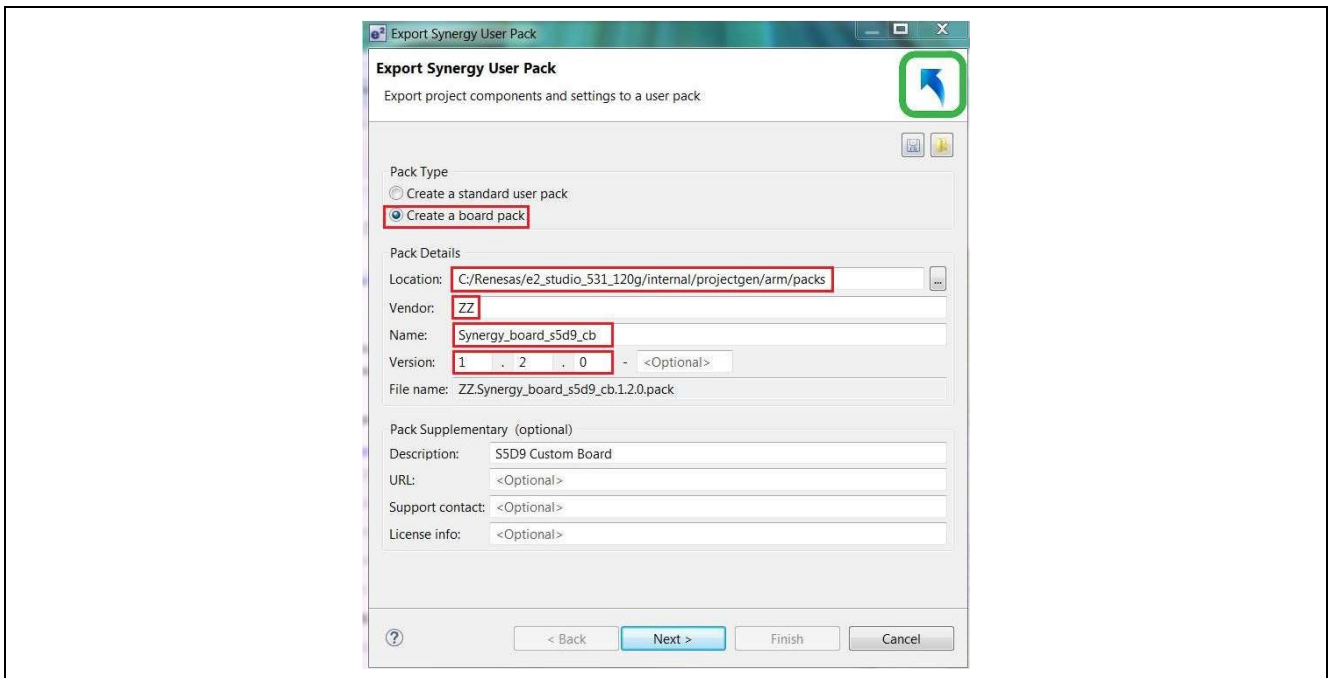

図 14 エクスポート Synergy ユーザパック (Export Synergy User Pack) でベンダ情報を指定
- C. 上記の A, B いずれかの操作の後、図 14 に示すようにダイアログ画面が表示されます。